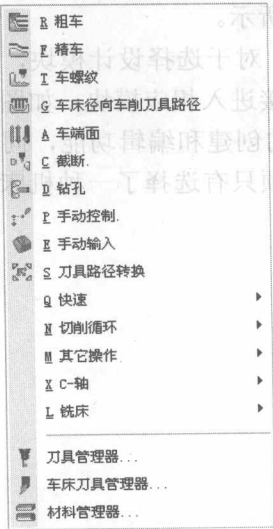

图 1-10 刀具路径菜单项
(9) **【刀具路径】**：该菜单包括各种刀具路径的创建和编辑功能，同时还提供了后处理功能，如图 1-10 所示。值得注意的是，该菜单项只有选择了一种机床类型后才被激活。